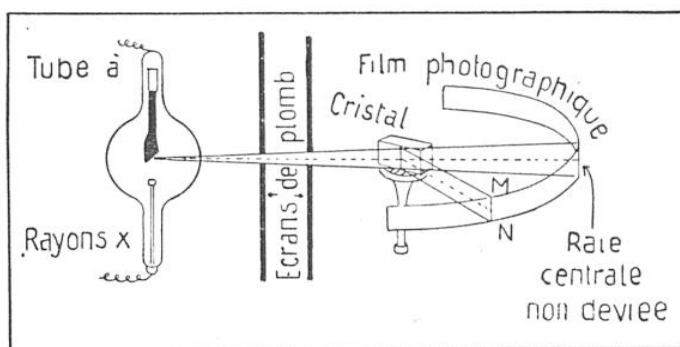
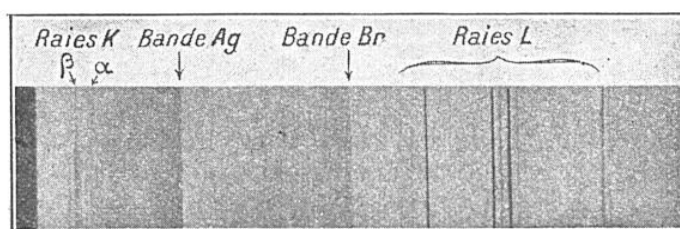

FIG. 7. — MÉTHODE DU CRISTAL TOURNANT
FIG. 8. — EXEMPLE DE SPECTRE X
Historiquement, la première méthode de décomposition des rayons X fut celle dite « du cristal tournant », imaginée en 1913 par William-Henry Bragg et son fils (1). L'année d'après, notre compatriote Maurice de Broglie reprit le même principe, en enregistrant le spectre total sur un film photographique circulaire (fig. 7). Ce spectro-
(1) Voir *La Science et la Vie*, n° 258, page 446.
(2) Nous le montrerons dans un prochain article.
mètre repose sur une « propriété focalisatrice » importante, que l'on démontre géométriquement : lorsque la face d'entrée du cristal prend successivement deux directions différentes, une même radiation se réfléchit en deux endroits différents, mais vient se « focaliser » en une seule et même place *E F*. La figure 8 reproduit un spectre d'émission du tungstène, obtenu ainsi par de Broglie.
Le procédé le plus usuel (1) d'obtention des rayons X consiste à lancer un faisceau d'électrons rapides contre une cible (fig. 7, à gauche). On observe alors deux sortes de spectres, dont la figure 8 nous donne une idée :
(1) Une autre méthode consiste à produire des rayons X secondaires (ou rayons de fluorescence), car un faisceau primaire, tombant sur un solide, donne naissance à de nouveaux rayons X (qui, eux, sont exclusivement formés d'un spectre caractéristique, sans fond continu).
Le fond continu est limité du côté des hautes fréquences, par exemple, aux endroits marqués « bande Ag » et bande Br » de la figure 8, comme l'ont prouvé Duane et Hunt en 1915. Cette loi se comprend facilement, lorsqu'on connaît la définition de l'électron-volt et l'énergie des corpus-
Les raies fines, marquées K α , K β et L sont dues au tungstène du tube producteur de rayons X ; les bandes Br et Ag proviennent de l'absorption dans la couche de gélatinobromure d'argent du film photographique (fig. 7). Les fréquences décroissent de la gauche vers la droite (à partir de la raie centrale qui apparaît en noir à gauche sur le cliché).
Ce spectre est brusquement limité vers les hautes fréquences (fig. 8). Lorsque la tension appliquée au tube augmente, les intensités s'accroissent dans de très fortes proportions, et le maximum se déplace vers les fréquences élevées. (On dit que le rayonnement devient de plus en plus « dur »).
La figure représente un noyau de tungstène, avec son nuage, qui a, en tout, six niveaux d'énergie. Un électron du niveau K a été délogé par choc, jusqu'au niveau L, par exemple; il ne tarde pas à retomber de L en K, ce qui produit l'émission de la raie $K\alpha$ (fig. 8).
$K \rightarrow L$ $K \rightarrow M$ $L \rightarrow M$, etc., puis cet électron retombe sur le niveau primitif en émettant une raie de fréquence bien déterminée (fig. 8).
2° Un spectre caractéristique, différent pour chaque élément, formé de raies fines (fig. 8) et prenant naissance dans le nuage électronique qui entoure le noyau.
(1) Nous laissons donc ici de côté (pour y revenir prochainement) le cas où l'obstacle est de nature cristalline (empilements ordonnés d'atomes) : il y a alors diffusion dans certaines directions privilégiées (ou « diffraction »).
(3) Comme on vient de le voir, et nous n'y reviendrons plus.
Deux points retiendront notre attention. Le premier, c'est que les spectres d'absorption rappellent à la fois le spectre continu d'émission et le spectre des raies caractéristiques (d'émission également). L'absorption s'étend, en effet, sur un large domaine, et, de plus, elle cesse brusquement pour une fréquence, qui obéit à nouveau à la loi de Moseley, quand on passe d'un élément chimique à un autre. On s'en rend compte par un nouveau coup d'œil sur le cliché de la figure 8, qui concerne le brome et l'argent : c'est Maurice de Broglie qui montra, dès 1913, en se servant du cristal tournant (fig. 7), que le spectre continu photographié présente des coupures brusques (appelées « discontinuités d'absorption »), de telle sorte que le phénomène d'absorption sélective débute par une fréquence qu'il est ainsi possible de déterminer avec une grande précision (1).